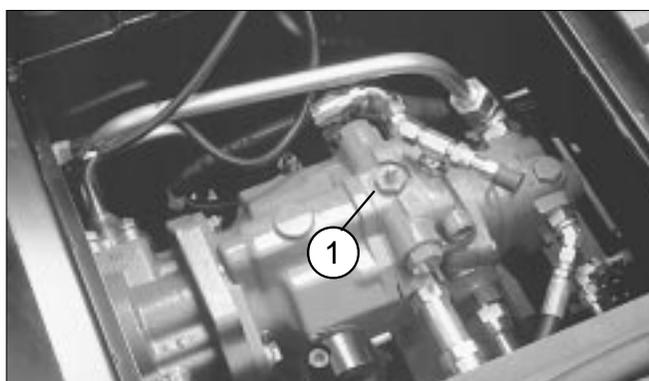

図18
3. バイパスバルブ(図18)を90°回すと、トラクションポンプ内のバイパス回路が開き、油圧機器を損傷することなく移動できるようになります。